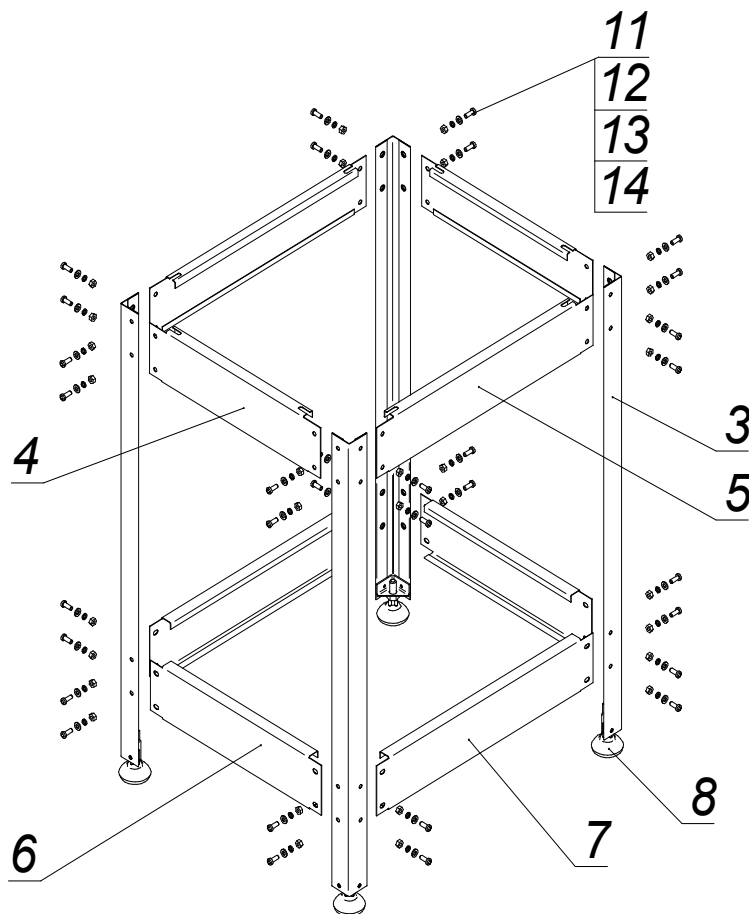

Рис.1 – Сборка каркаса ванны-рукомойника
- 7.2 С помощью крепёжных элементов поз.11, 12, 13, 14 собрать каркас из стоек поз.3 и швеллеров поз.4, 5, 6, 7, как показано на рис.1. Угол между стойками и швеллерами должен быть при этом 90°. Ввернуть опоры поз.8 в стойки поз.3.